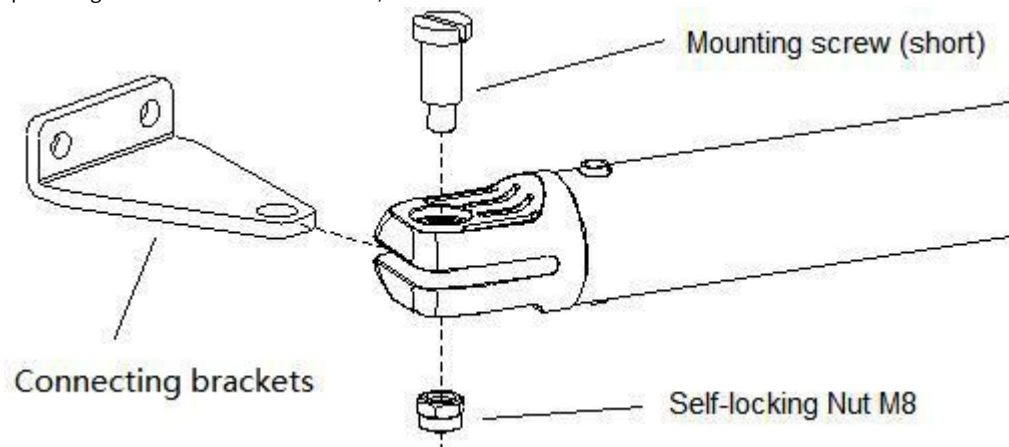

Figura 8
E) Como se muestra en la figura 8 a continuación, conecte el soporte de pared a la pared según la posición marcado. Luego, conecte la máquina principal al soporte de pared con un tornillo y una tuerca. (Use un nivel burbuja para asegurar una instalación nivelada.)